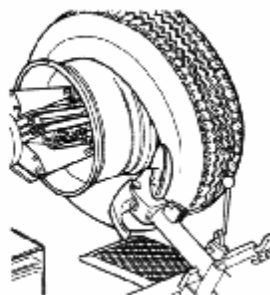

Рисунок 10
10.6. Монтажный диск завести с внутренней боковины шины. Шину целиком снять (рисунок 10).